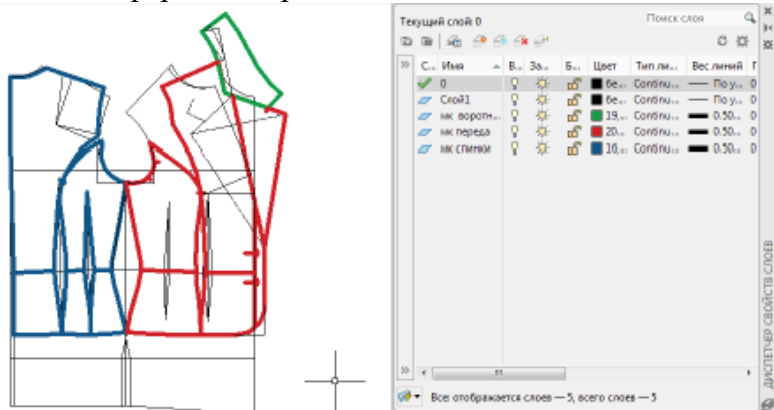

Рис. 7.1. Модельная конструкция.
- 4 этап. Используя изученные методы моделирования, разработать новую модельную конструкцию (рис. 7.1).